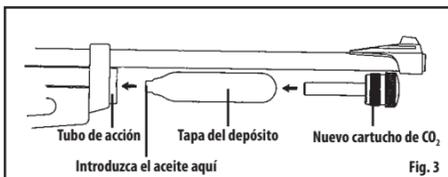

Fig. 3
- Inserte el cartucho de CO2 nuevo en la pistola de aire comprimido; la parte más delgada del cartucho de CO2 es la que se inserta primero en el tubo de accionamiento (Fig. 3).